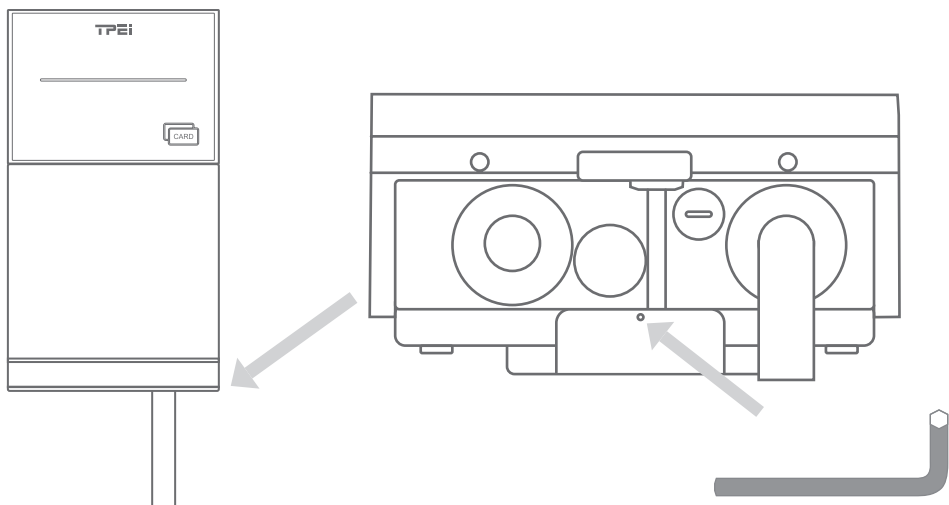

Abb. 5-9
7. Befestigen Sie das Ladegerät mit der im Lieferumfang enthaltenen Innensechskantschraube und dem mitgelieferten Sechskantschraubendreher an der Halterung. (Siehe Abb. 5-9)